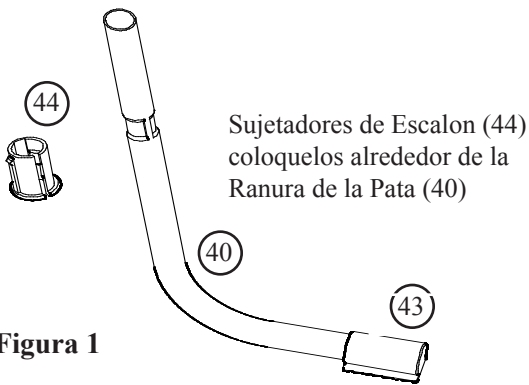
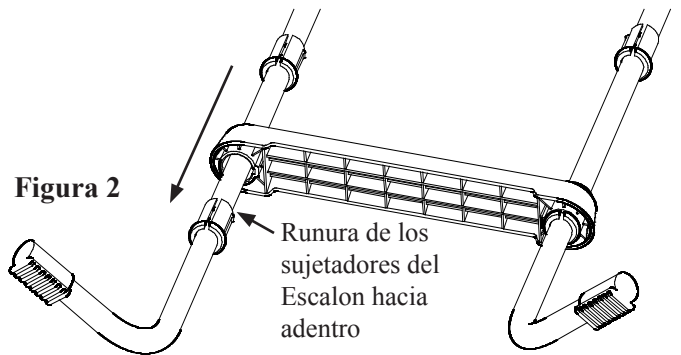

Figura 1
Figura 2
1. Separe las patas de la escalera (40), dos piezas de cada izquierda y derecha. Busque las letras "L" y "R" que estan marcadas en la parte de arriba de las patas.
2. Comienzce con una pata de las escalera (40) con la letra "R". Cuidadosamente abra un sujetador de la escalera (44) de un lado, suficiente para ponerlo sobre la seccion de arriba de la pata de la escalera, y resbale de la parte de arriba de la pata hacia abajo hasta la ranura de la pata que esta en la parte mas baja de la pata, como muestra la Figura 1. La ranura del sujetador de la escalera de be de ir hacia adentro de la pata asi como muestra la Figura 2. Repita con la seccion de pata "L".
3. Resbale un escalon (42) hacia abajo sobre las dos patas. Asegurese que el escalon marcado con la letra "R" este en el lado derecho de la pata. Resbale el escalon hacia abajo hasta que los sujeta-